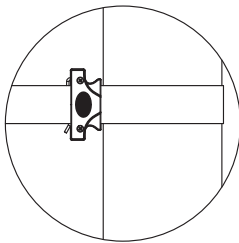

Figure 1
1. Le ruban peut être directement bloqué sur lui-même au moyen de la goupille de fixation après l'avoir fait passer autour d'un poteau ou d'un objet fixe. (fig.1)